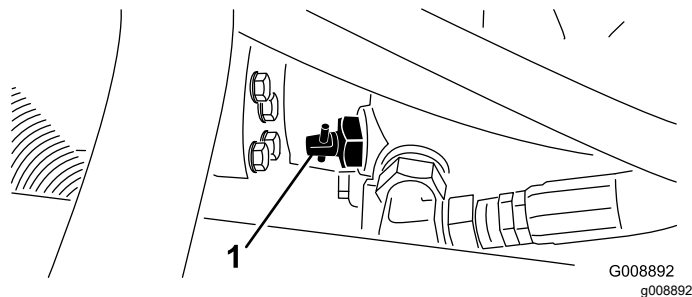

図 27
1. 油圧ポンプについているバイパスバルブ 図 27 を 90°回転させる。